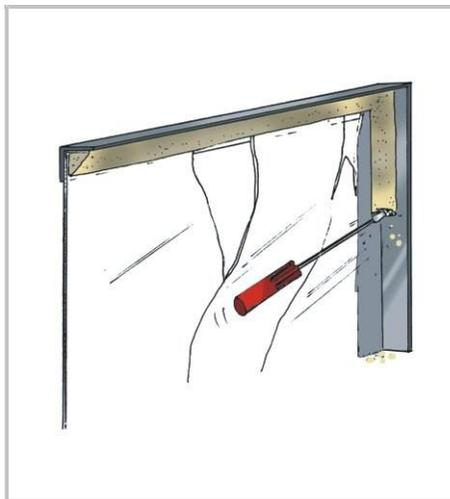

Fig.1
1. Con un desarmador o elemento punzante, retirar la masilla de todo el marco metálico, retirar el vidrio deteriorado y luego proceder a limpiar los ángulos de hierro(Fig.1).